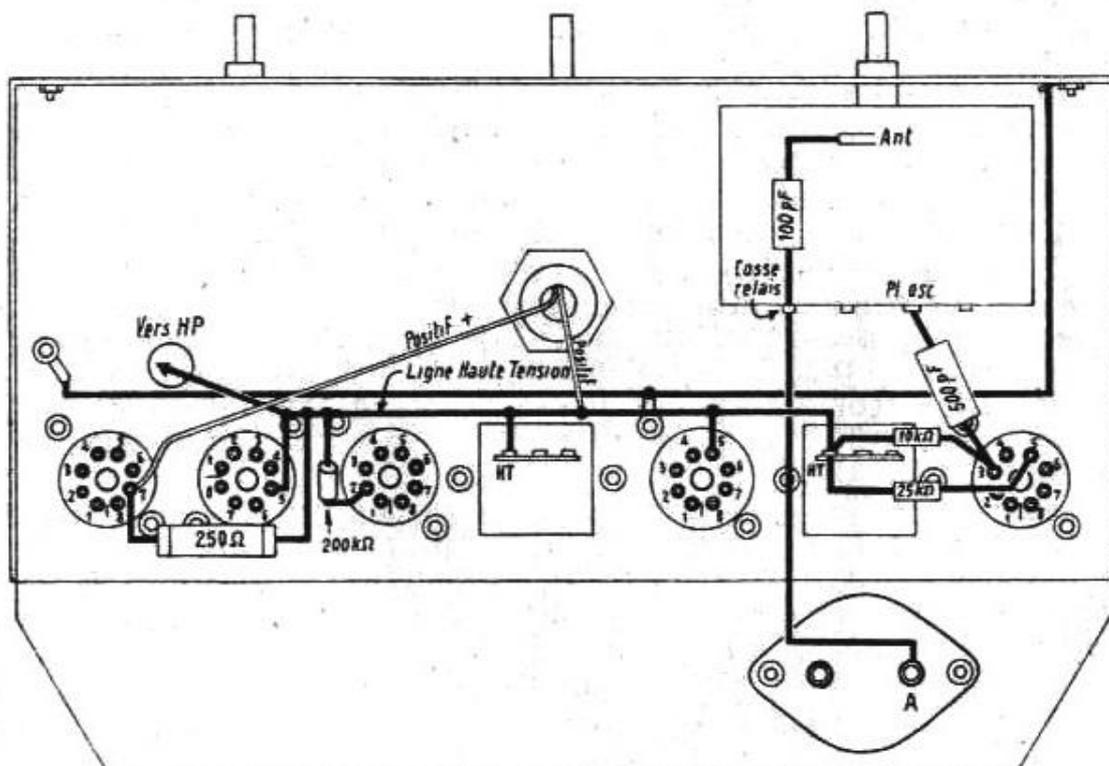

FIG. 24. — Troisième stade de câblage
**Troisième stade de câblage** (à effectuer en se reportant à la figure 24). — Etablir la **Ligne Haute Tension** ; elle est constituée par un fil nu situé « en l'air » ; à 3 centimètres environ du fond du châssis, qui part de 5 de l'UL41 et va à la cosse HT du 1er transfo MF. Brancher une résistance de 25 K entre cette ligne et 5 de l'UCH42.